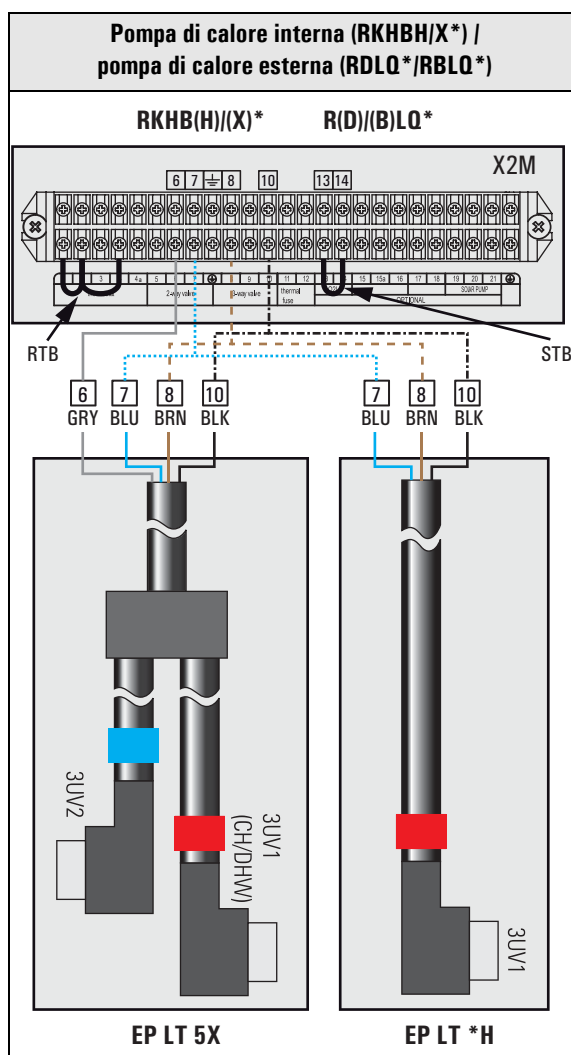

Figura 4-26 Collegamento 3UV1/3UV2 da EP LT*
EP LT*: Figura 4-26
- **Solo per EP LT***(Figura 4-26):